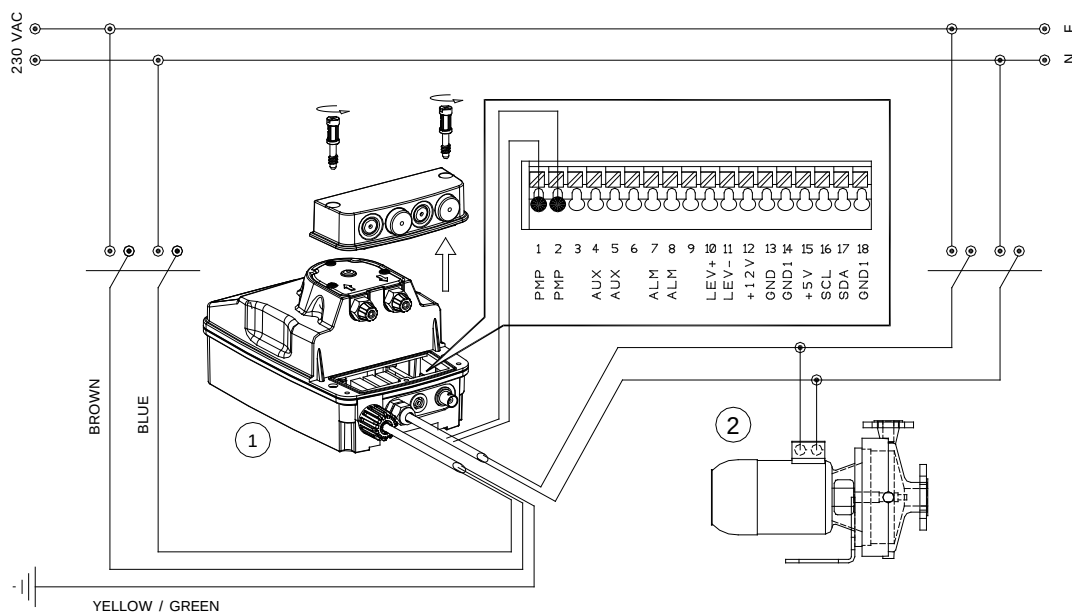

Fig. 2 – Instalação e terminais
Observar atentamente as normas em vigor nos diferentes países no que diz respeito às instalações elétricas (Fig.2). Quando o cabo de alimentação for desprovido de um plugue, o equipamento deve ser ligado à rede elétrica por meio de um interruptor monopolar, com uma distância mínima de 3 mm entre os contatos. Antes de acessar qualquer um dos componentes elétricos, certifique-se de que todos os circuitos de alimentação estão desligados.
Na figura 5 é mostrado o esquema de ligações dos conectores de serviço para ligação do vários recursos. Para acessar o conector de serviço é preciso remover a tampa protetora como mostrado na fig. 2.
- Conectores 1-2 (PMP)= Conexão para a bomba de recirculação. Entrada 230V. (Fig.2).